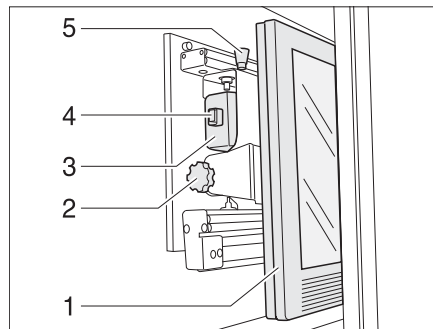

Bild 124 TV-Schrank
- Entriegelungsknopf (Bild 124,5) drücken und Halterung für den Flachbildschirm am Griffstück (Bild 124,4) bis zum Anschlag nach vorn ziehen.
- Entriegelungsknopf (Bild 124,1) ziehen und Flachbildschirm (Bild 124,2) in die gewünschte Position schwenken.
- Rändelschraube (Bild 124,3) lösen.